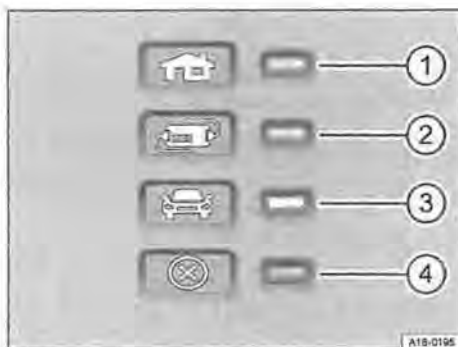

Fig. 117 Spie integrate nel dispositivo di protezione del cavo di ricarica
Con il dispositivo di protezione elettronico → fig. 117 il connettore di ricarica rimane senza corrente finché non viene inserito nella presa del veicolo.
Una o più spie → fig. 117 ①, ② o ③ si accendono in verde.
Spia → fig. 117	Significato
① Acceso	Cavo di ricarica collegato alla corrente di rete.
①, ② accese, ③ lampeggia	La batteria ad alto voltaggio viene ricaricata.
①, ② e ③ accese	Ricarica terminata. La batteria ad alto voltaggio è stata ricaricata.
11 I cavi di ricarica forniti in dotazione al di fuori della Norvegia, spesso non possono essere utilizzati in Norvegia per ricaricare da una presa di corrente di rete. La spia → fig. 117 ① non ha alcuna indicazione a causa del diverso sistema di alimentazione.
①, ④ lampeggiano	Eccessivo surriscaldamento della spina domestica.
②, ④ lampeggiano	Eccessivo surriscaldamento del dispositivo di protezione.
Se si ricarica con una corrente più bassa, oltre all'indicatore di funzionamento aggiornato, prende a lampeggiare anche la spia → fig. 117 ④ in rosso.
- Se la corrente di ricarica viene disinserita o ridotta di nuovo senza calore esterno evidente, determinare quale spia verde lampeggia → fig. 117. Contattare un partner Volkswagen per controllare il cavo di ricarica. Contattare un'azienda specializzata in impianti elettrici per verificare il collegamento dell'infrastruttura.
Se la spia → fig. 117 ④ lampeggia in rosso o è accesa senza che una spia → fig. 117 ①, ② o ③ dell'indicatore di funzionamento sia accesa in modo fisso, significa che è presente un'anomalia.